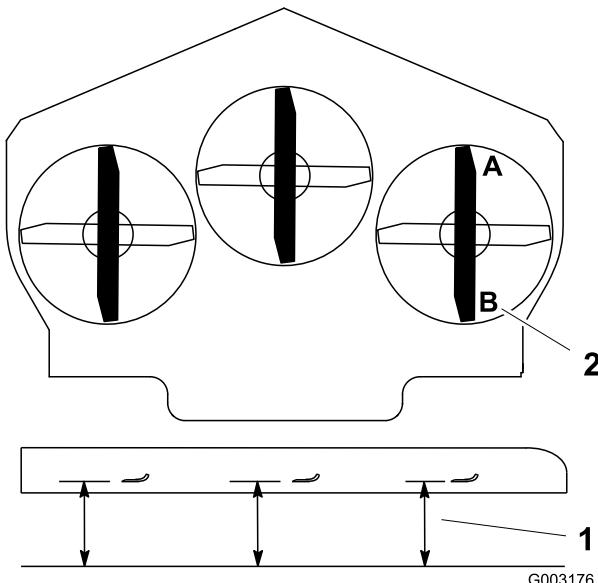

Figure 73
1. Tournez la lame droite dans le sens longitudinal (Figure 73).
2. Mesurez la distance au point A entre la surface plane et le tranchant de la pointe de la lame droite (Figure 73).
4. Mesurez la distance au point B entre la surface plane et le tranchant de la pointe de la lame droite (Figure 73).
6. La lame doit être plus basse de 6 à 10 mm au point A qu'au point B (Figure 73). Si ce n'est pas le cas, passez aux étapes suivantes.